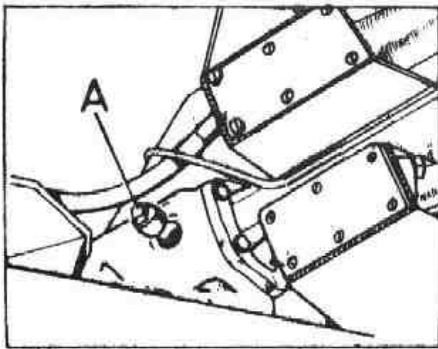

Fig. G-4 Tapón de llenado de la caja de dirección
- 2.2. Extraer el tapón de llenado, A (Fig. G-4), situado en la parte superior de la caja de dirección.